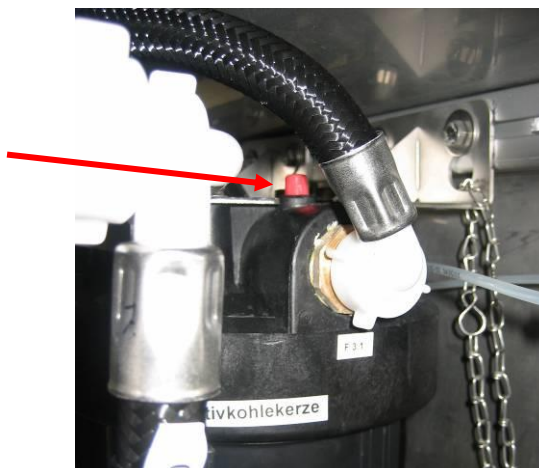

Abb. 6: roter Entlüftungsknopf an der Filtertasse
- ♦ Entlüften Sie beide Filtertassen. Halten Sie den Stapelbehälter unter die Filtertassen und drücken Sie den roten Entlüftungsknopf (siehe Abb. 6:), bis Wasser austritt.